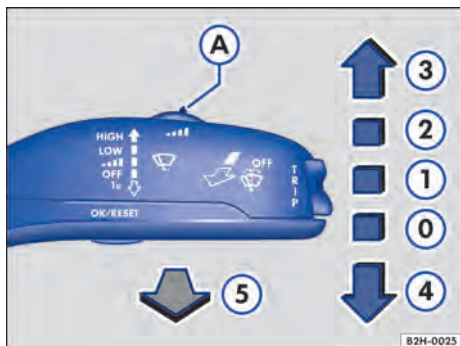

Fig. 83 Comandar os limpadores do para-brisa.
- Pressionar a alavanca dos limpadores do para-brisa brevemente para baixo dentro de dez segundos após desligar a ignição → Fig. 83 .